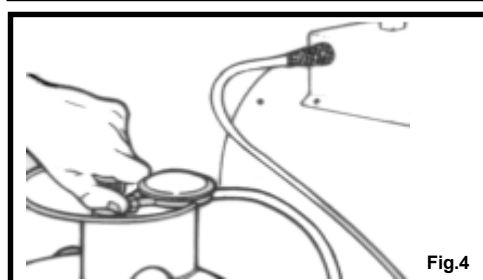

Fig.4
4. после появления пламени, удерживайте нажатой кнопку – газа в течение 15-20 секунд, чтобы активировать тепловые устройства безопасности (смотри рисунок 4).